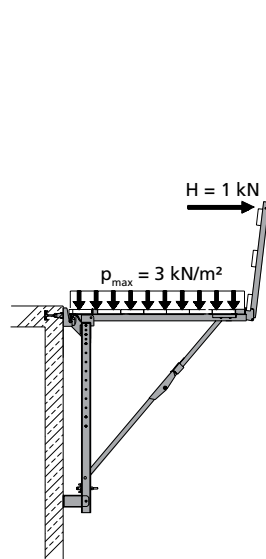

Abb. 23.2
- Arbeitsgerüst ohne Schalung (Abb. 23.2)